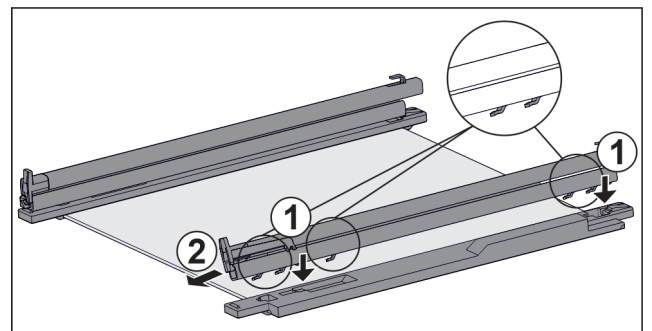

Fig. 130 Ripiano in vetro con guide e fermi
- ▶ Inserire il gancio della guida sulle aperture del **gancio** sinistro. Fig. 130 (1)
- ▶ Tirare la guida in avanti. Fig. 130 (2)
- ▶ Inserire il gancio della guida nelle aperture del **gancio** destro. Fig. 130 (1)